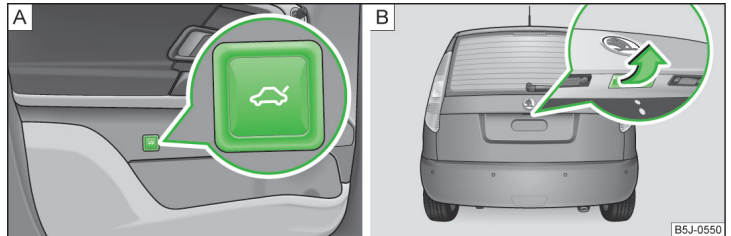

Abb. 36 Gepäckraumklappe öffnen / Griff der Gepäckraumklappe
- Die Symboltaste  in der Fahrertür » Abb. 36 - **A** drücken und die Gepäckraumklappe in Pfeilrichtung anheben » Abb. 36 - **B**.
- Den Griff drücken und die Gepäckraumklappe in Pfeilrichtung anheben » Abb. 36 - **B**.